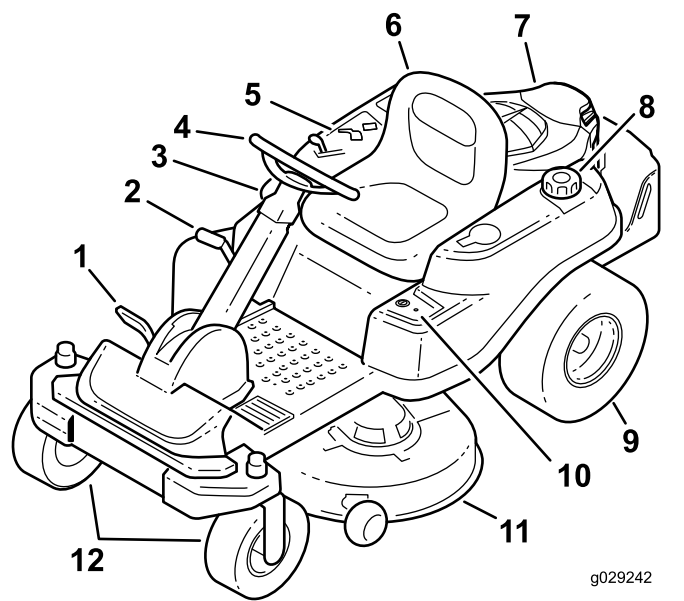
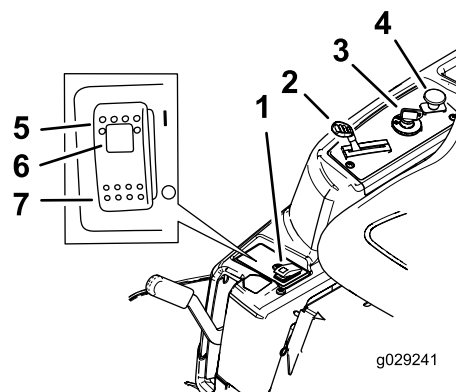
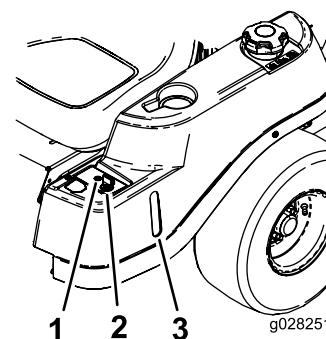

Figure 4
Figure 5
Figure 6
Avant de mettre le moteur en marche et d'utiliser la machine, familiarisez-vous avec toutes les commandes; voir Figure 4, Figure 5 et Figure 6.
Le commutateur d'allumage a 3 positions : arrêt, contact et démarrage. La clé tourne jusqu'à la position Démarrage et revient automatiquement en position Contact lorsqu'elle est relâchée. Tournez la clé à la position Arrêt pour couper le moteur. Enlevez toujours la clé de contact avant de quitter la machine pour éviter tout démarrage accidentel (Figure 5).
La commande d'accélérateur peut être réglée entre les positions Haut régime et Bas régime. Déplacez la commande d'accélérateur en avant pour augmenter le régime moteur et en arrière pour le réduire (Figure 5).
La commande des lames (PDF) engage et désengage les lames du tablier de coupe (Figure 5).
Le regard de carburant, situé sur le côté gauche de la machine, permet de vérifier que le réservoir contient de l'essence (Figure 6).
Cette commande vous permet de tondre en marche arrière quand elle est activée. Pour l'activer, tournez la commande en position activée et relâchez-la lorsque la PDF est engagée. Pour la désactiver, désengagez la prise de force (PDF) (Figure 6).
Ce témoin s'allume chaque fois que la clé de sécurité KeyChoice est utilisée pour désactiver la fonction d'interdiction de travail en marche arrière. Il vous rappelle que le système de sécurité est désactivé. Le témoin s'éteint quand la prise de force (PDF) est désengagée ou quand le moteur est coupé. Quand le témoin s'allume, regardez derrière vous et redoublez de prudence lorsque vous faites marche arrière (Figure 6).
- Appuyez sur la commande SmartPark™ pour la mettre à la position activée (Figure 5).